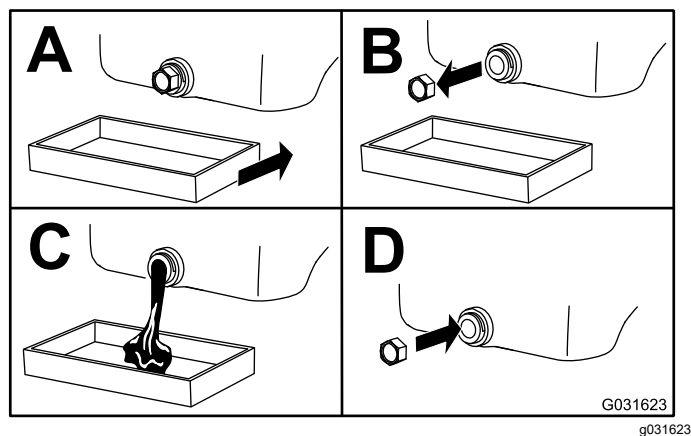

Figura 41
4. Cambie el aceite del motor como se muestra en la Figura 41.